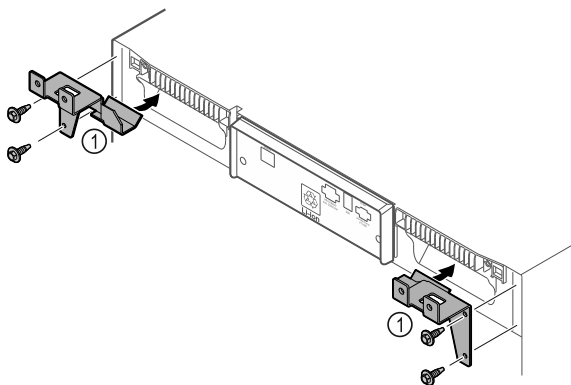

Fig. 10
- ▶ Pritvirtinkite laiknčiąsias dalis *Fig. 10 (1)* savisriegiais varžtais prie prietaiso.